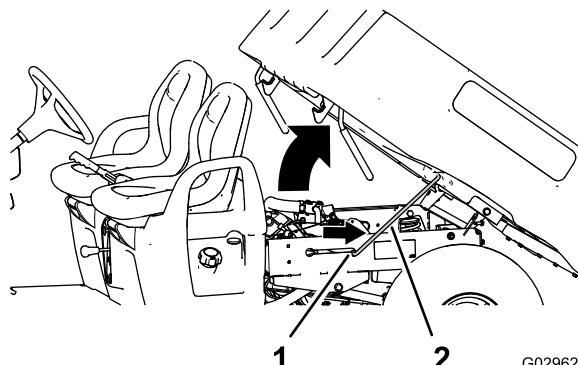

Bild 15
2. Ziehen Sie die Stützstange in die Arretierung, um die Ladepritsche zu befestigen (Bild 15).
2. Schieben Sie die Stützstange aus dem Arretierungsschlitz heraus (Bild 15).
3. Senken Sie die Ladepritsche ab, bis sie einrastet (Bild 15).